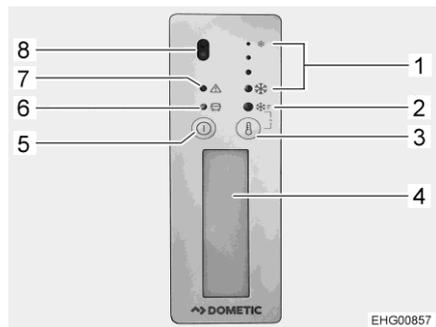

Fig. 55 Elementi di comando (frigorifero)
- Premere il tasto On/Off (Fig. 55,5). Dopo l'accensione, trascorre un breve intervallo prima che il compressore si avvii.
- Per regolare la temperatura di refrigerazione: Premere più volte il tasto del livello di refrigerazione (Fig. 55,3). Più sono i LED accesi dell'indicatore del livello di refrigerazione (Fig. 55,1), più potente è la refrigerazione del frigorifero.
L'illuminazione interna (Fig. 55,4) è accesa quando è aperta la porta del frigorifero.
Quando l'indicatore LED di servizio (Fig. 55,7) lampeggia, significa che è presente un guasto (vedi paragrafo 15.8).
- Premere il tasto On/Off (Fig. 55,5), finché il frigorifero non si spegne.
- Premere il tasto del livello di refrigerazione (Fig. 55,3) per più di 3 secondi. Il LED della funzione di refrigerazione rapida (Fig. 55,2) indica che la funzione di refrigerazione rapida è inserita.